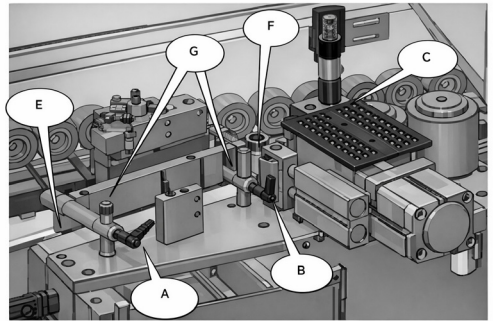

Figura 5 - Peça de Posicionamento da Fita
- Coloque a fita E no espaço G (veja a figura 5). Posicione o poste A, B, C em uma altura adequada de acordo à largura da fita. Empurre a fita no rolo de alimentação F com cuidado para protegê-la de ser dobrada.